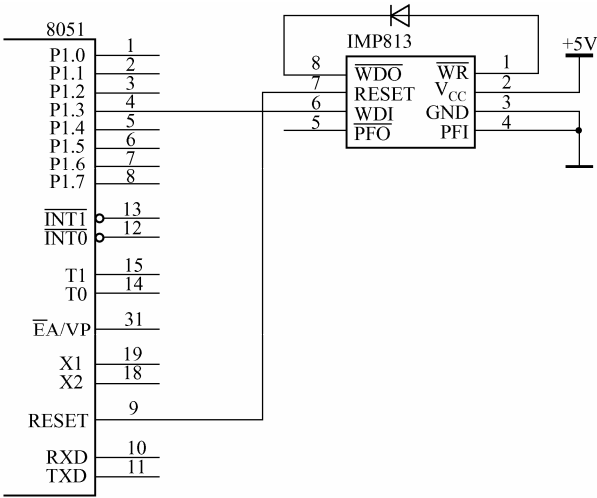

图 6.41 IMP813 与 8051 单片机的接口电路
(2) MP813 与 8051 单片机的接口。如图 6.41 所示是 IMP813 与单片机的接口电路。IMP 带有上电复位功能，RESET 直接接单片机复位端。WDI 接 P1.3，程序中需要在 1.6s 以内使 P1.3 电平变化一次，若在 1.6 秒时 P1.3 电平无变化， $\overline{\text{WDO}}$  输出低电平，经二极管将  $\overline{\text{WR}}$  拉成低电平，从而使单片机复位。